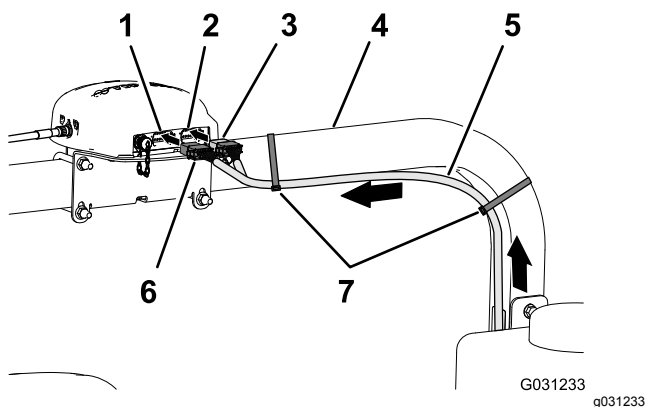

Figura 134
2. Enrute la rama de 390 cm del arnés de datos por el tubo derecho del ROPS con el conector hembra de 12 vías (gris) y el conector hembra de 12 vías (negro) hacia arriba hasta el receptor de navegación (Figura 134).
7. Sujete la rama de 390 cm del arnés de datos al tubo derecho del ROPS con 2 bridas, según se muestra en Figura 134.